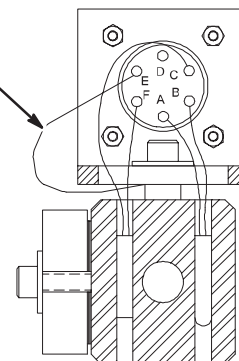
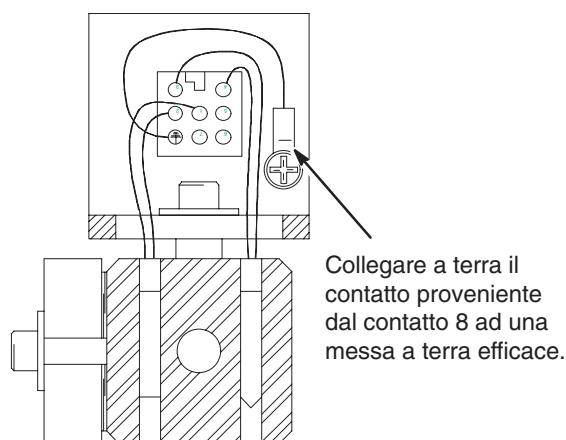

Fig. 5
Fig. 6
3. Verificare che il contatto esagonale E sui modelli a sei pin (vedere Fig. 5) o il contatto otto sui modelli a otto pin (vedere Fig. 6), all'interno della presa del pannello di controllo, venga collegato ad una messa a terra efficace.